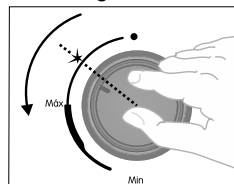

Figura 23.
- Si el producto se encuentra especificado con la función de encendido automático, al presionar y girar la perilla entre la posición apagado y máximo se genera la chispa necesaria para la ignición. Una vez encendida la fuente de calor suelte el interruptor y ubique la perilla en la posición deseada para el proceso de cocción (**Ver figura 23**).